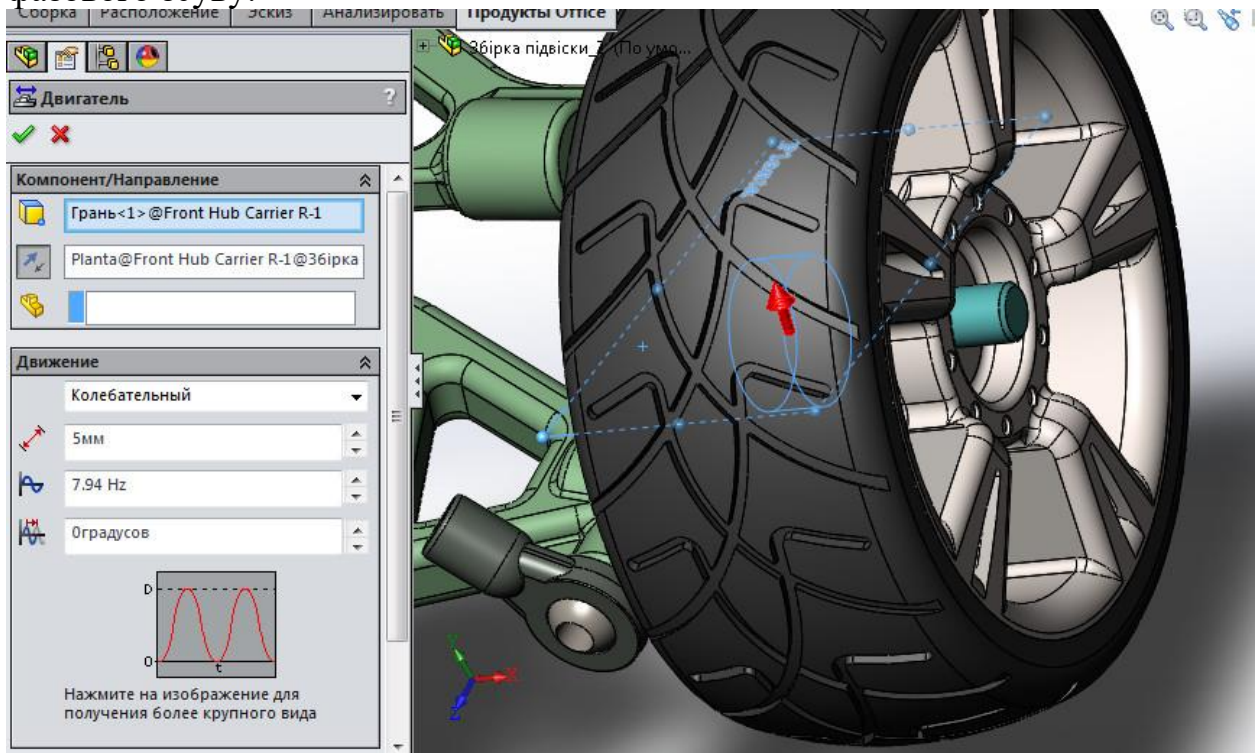

Рис. 4. Визначення коливального двигуна.
2.2.3. Створіть двигун, як це показано на рис. 4. Ви повинні використовувати верхню площину (**TOP**) компонента **Front Hub Carrier R** або компонента **Neumatico**. Виберіть коливальний тип руху двигуна. Амплітуда 5 мм